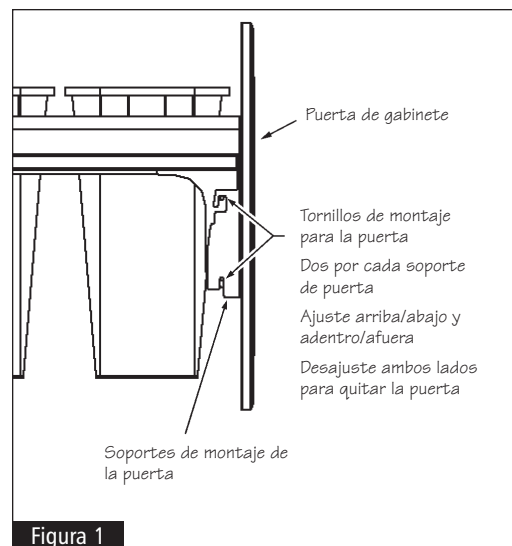
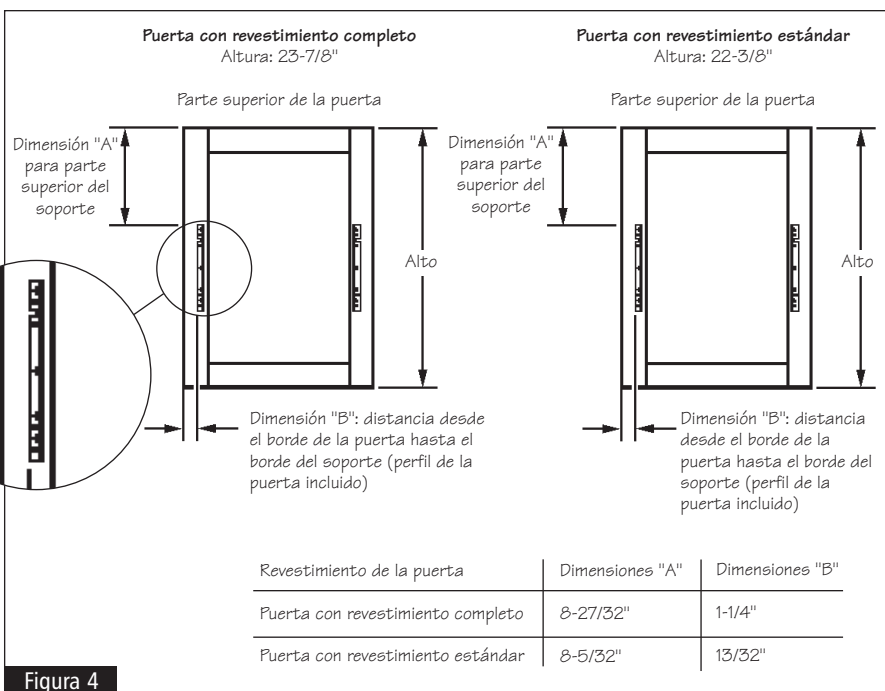

Figura 1
Figura 4
- 1** Si está reemplazando la unidad, quite la puerta desajustando los 4 tornillos como se muestra en la figura 1. Deje los soportes de ajuste en la puerta. Luego, quite los 4 tornillos que están sujetos en los rieles del marco del gabinete. La unidad deberá estar abierta para poder quitar los tornillos (también puede quitar la unidad sacando los rieles con una trabilla que aparece cuando la unidad está abierta y luego, quite los tornillos del riel una vez que haya terminado). La unidad se desprenderá de los soportes posteriores. Si está acondicionando un gabinete, necesitará quitar la puerta del gabinete y, luego, deberá quitar las bisagras de la puerta, desajustando los 2 tornillos que están en cada bisagra.
6 Si está reemplazando una unidad, en este momento puede colocar la puerta nuevamente usando los soportes de la puerta ya instalada: apriete cuanto sea necesario y ajuste los cuatro tornillos como se muestra en la figura 1. Con esto, terminará la instalación del juego de la cesta para residuos. Si está reacondicionando el gabinete, necesitará quitar los soportes de montaje de la puerta de la unidad desajustando los 4 tornillos como se muestra en la figura 1. Necesitará colocar los soportes en la puerta del gabinete usando tres tornillos del n.º 6 de 1/2" por cada soporte en las ubicaciones que se muestran en la figura 4. Marque las ubicaciones correctamente medidas usando un lápiz antes de colocar los soportes en la puerta. También note las diferentes ubicaciones de los soportes según el revestimiento de la puerta (revestimiento completo o estándar; el revestimiento se puede determinar midiendo la altura total de la puerta y siguiendo el procedimiento mostrado en la figura 4). Una vez que los soportes estén montados en las ubicaciones correctas, podrá colocar la puerta, ajustarla como sea necesario y ajustar los cuatro tornillos, como se muestra en la figura 1.